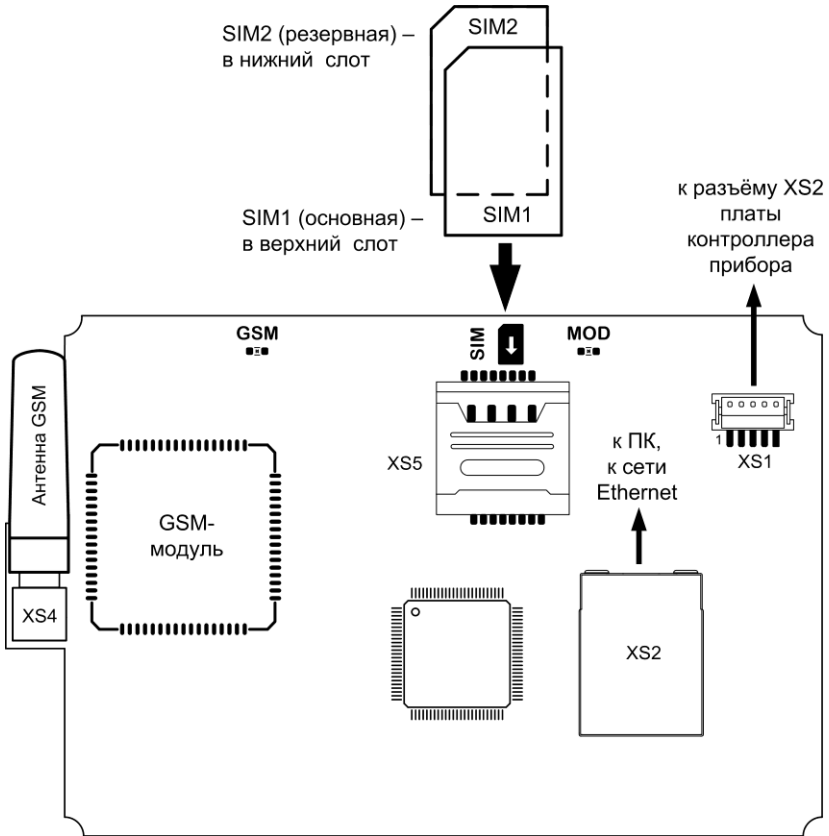

Рис.3 Внешний вид GE-коммуникатора. Установка SIM-карт
- При наличии GE-коммуникатора подключите ethernet-кабель к розетке 8P8C XS2 и установите SIM-карту(ы) в слот XS5 GE-коммуникатора (см. рис.3).
SIM-карты следует подключать при **выключенном питании** прибора (сеть 220 В и аккумуляторная батарея), контактами к плате и срезом как показано на рис.3.
- при наличии GE-коммуникатора подключите ethernet-кабель к розетке 8P8C XS2 и установите SIM-карту(ы) в слот XS5 GE-коммуникатора (см. рис.3).